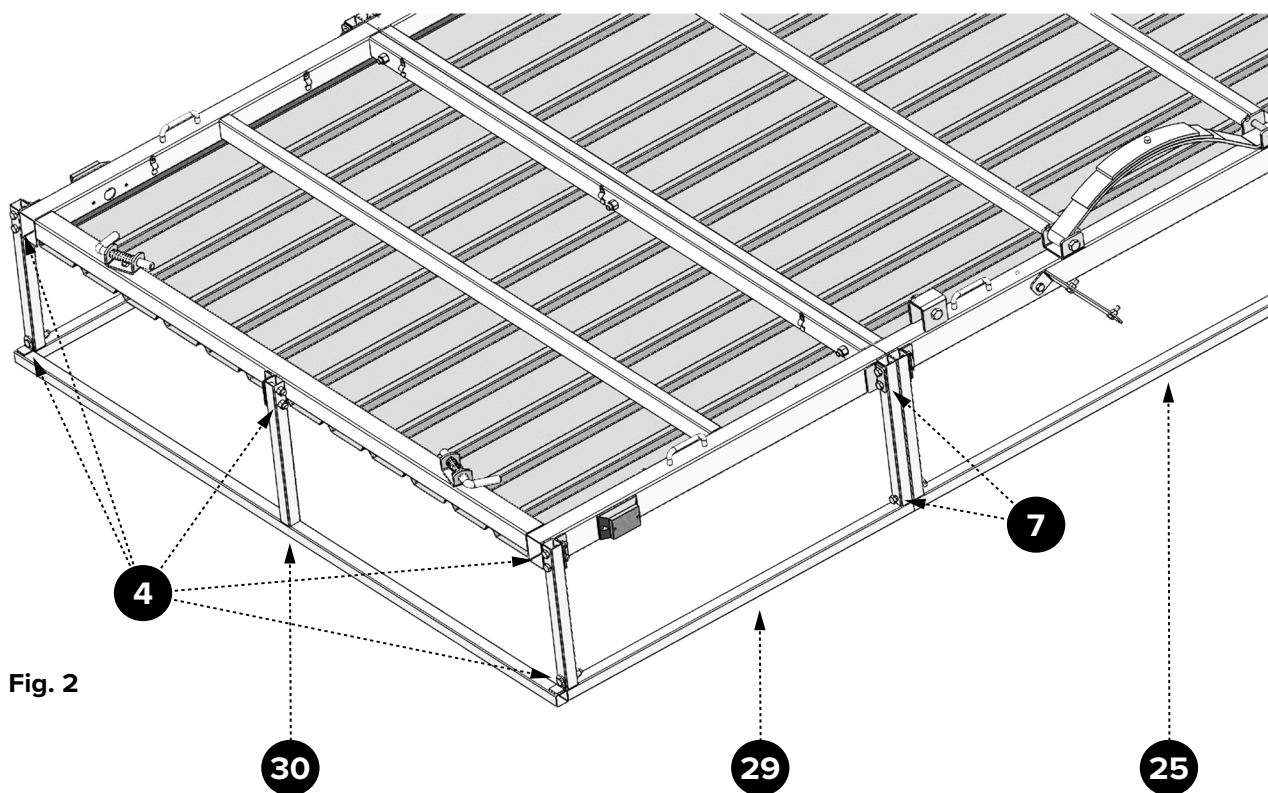

Fig. 2
1. Placez les rails (25, 29, 30) comme indiqué (Fig. 2), utilisez les boulons et écrous M10 x 85 (7) fournis pour l'assemblage des doubles rails.
2. Utilisez les boulons et écrous M10 x 50 (4) pour assembler le reste des rails des montants.
3. Serrez les écrous de lit M12 x 80 (27) de l'étape 1.